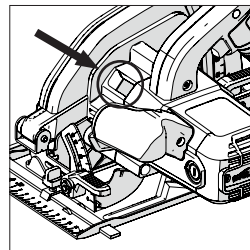

Fig. 3
- Leta upp maskinens hjulaxels låsknapp. Lås maskinens hjulaxel med hjulaxelns låsknapp. (**Fig. 3**)